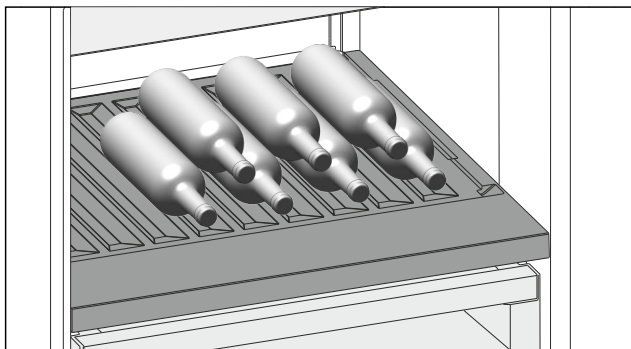

Fig. 125
- ▶ Помістіть пляшки дном у напрямку до задньої стінки. (див. Fig. 125)